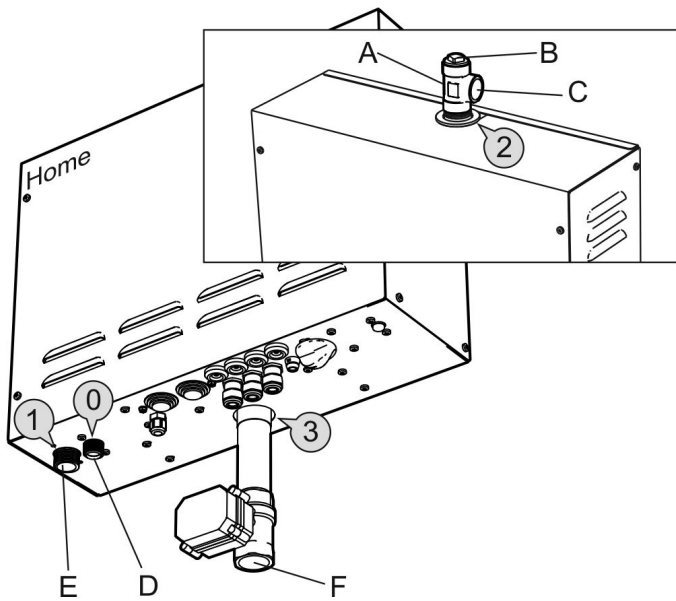

Fig. 6 Générateur de vapeur de type Home
Raccordez l'eau froide au raccord 1 (Fig. 6,7) du générateur de vapeur. La pression de l'eau en entrée doit se situer entre 0,2 bar min. et 10 bar max (20kPa min. et 1000kPa max).
Monter le raccord, l'écrou de blocage vers le haut, sur la sortie de vapeur 2 (Fig. 6,7) du générateur de vapeur. Raccorder le tuyau de cuivre d'un diamètre interne d'au moins 18mm, à la sortie de vapeur du raccord (C). Le tuyau de vapeur doit présenter une pente soit vers le hammam, soit vers le générateur de vapeur. Le tuyau de vapeur peut également être installé avec une pente à la fois vers le hammam et vers le générateur de vapeur.
Raccordez le tuyau d'évacuation, qui doit être un tuyau en cuivre de bonne qualité, avec un diamètre interne minimal de Ø 25 mm, au raccord 3 (Fig. 6,7) sur le générateur de vapeur. Le tuyau d'évacuation doit aboutir sur la bouche d'évacuation la plus proche à l'extérieur du hammam. La température de l'eau évacuée se situe entre 80 et 85 °C environ.
Un tuyau de décharge raccordé au dispositif limiteur de pression D (0) (Fig. 6 et 7) doit être installé dans un environnement maintenu hors-gel et en pente continue vers le bas.